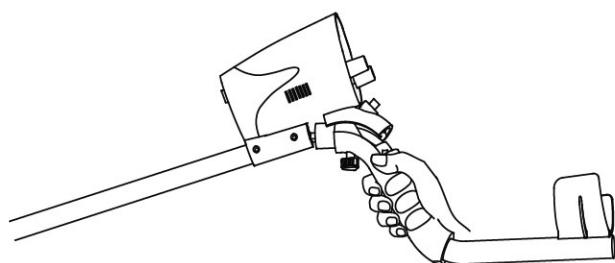

Fig.1
1. Den afrundede, hævede plastikdel på håndtaget skal fluge med den afrundede rille i bunden af kontrolboksen (Fig. 1). Skub de to dele ind i hinanden.